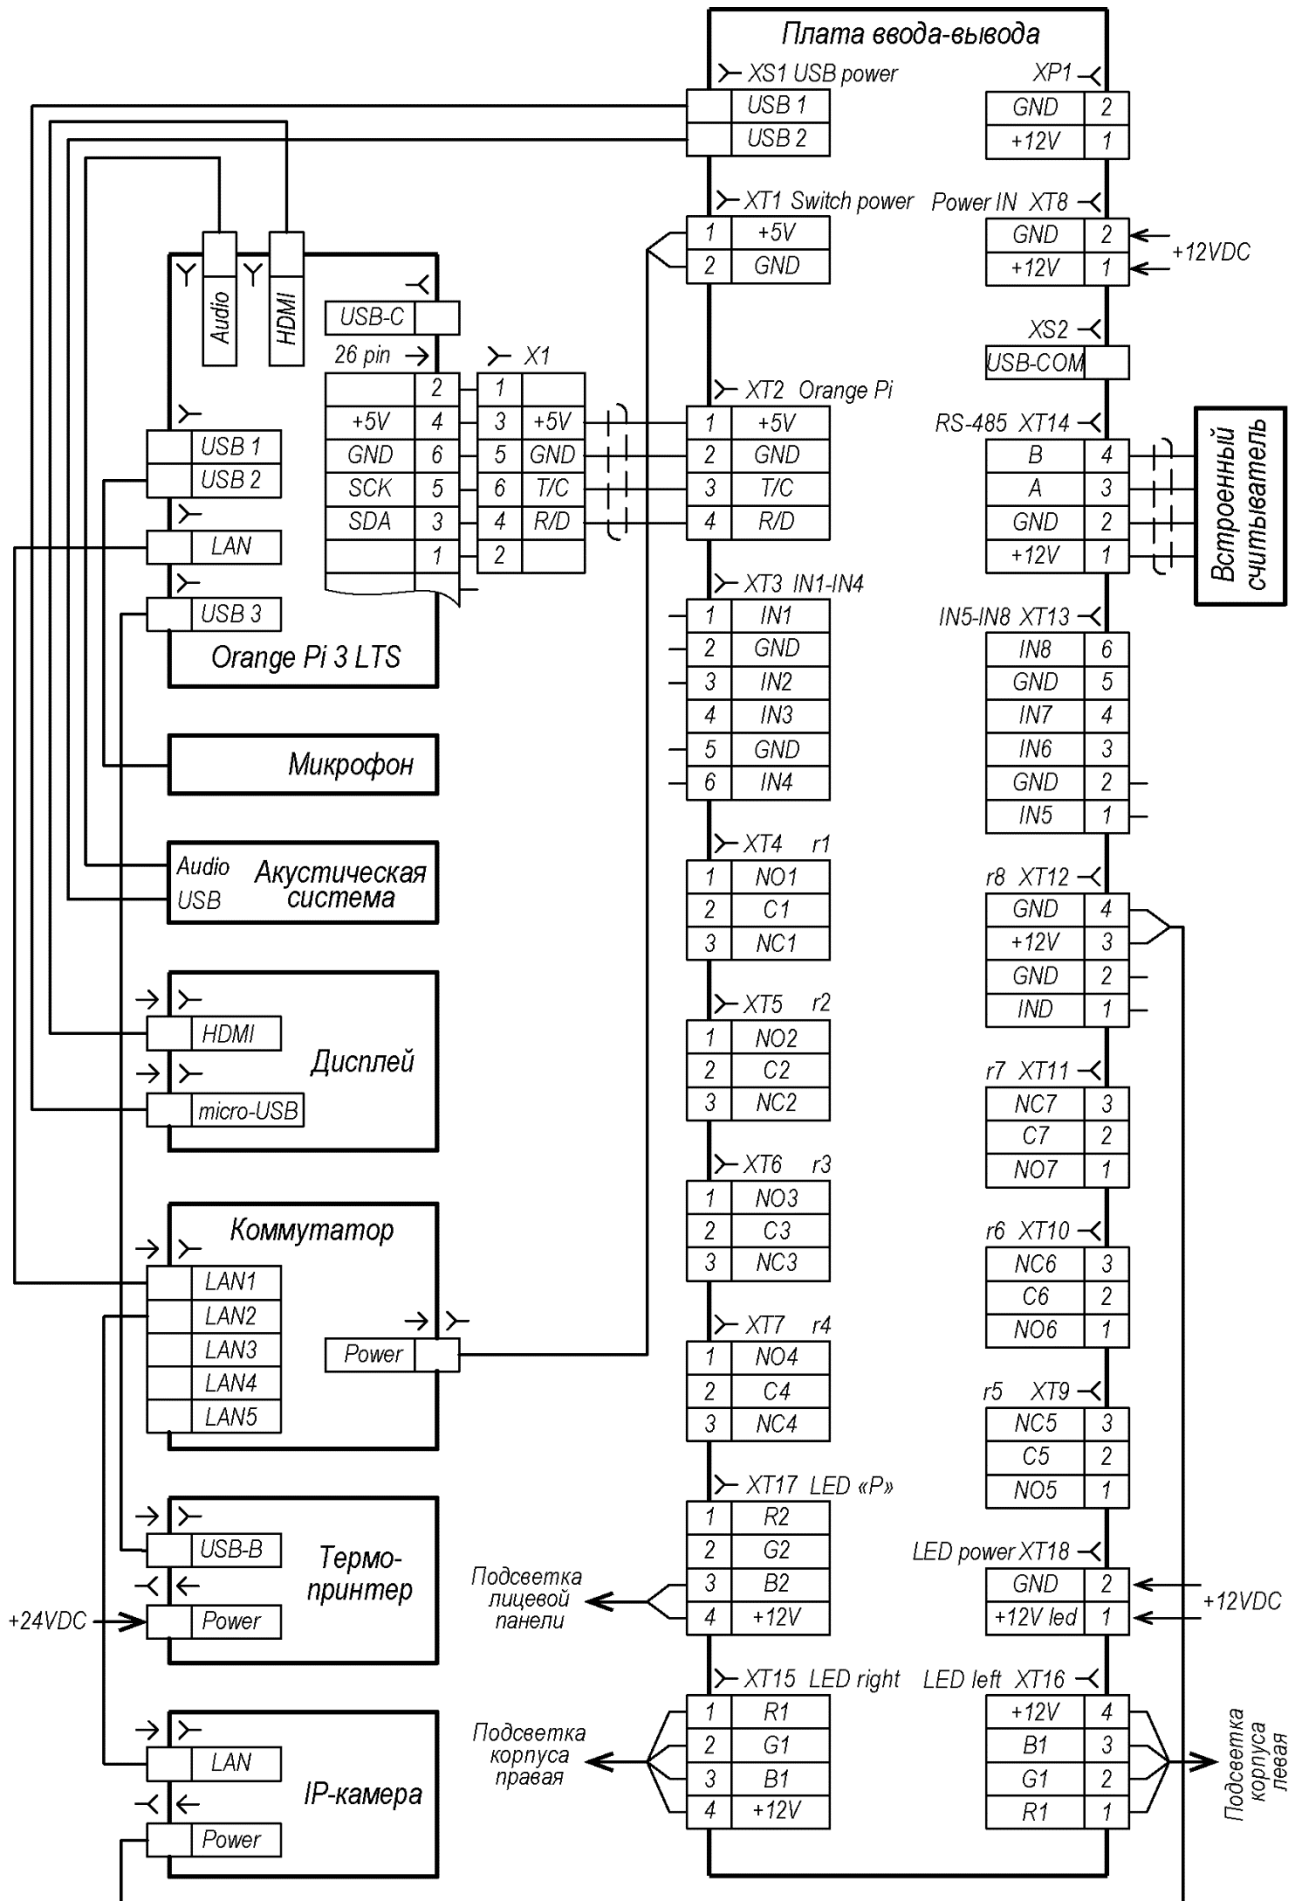

Рисунок 3. Схема подключения микрокомпьютера и платы ввода-вывода
- микрокомпьютер (26) и плата ввода-вывода (27);
- принтер печати парковочных билетов (24) для разовых клиентов парковки. Чековый рулон для принтера устанавливается на держатель (23). Также предусмотрен контейнер (25) для парковочных билетов, которые не были вовремя забраны и автоматически втянулись внутрь;
- система климат-контроля с вентилятором (28) и обогревателем (20), прикрепленным к DIN-рейке;
- термостат системы предотвращения холодного пуска (15);
- термостат вентиляции и обогрева (17) с терморегуляторами для обогревателя (красный) и для вентилятора (синий);
- автоматический выключатель дифференциального тока (18) с тумблером для включения и выключения стойки;
- коммутатор для подключения по *Ethernet* (22);
- датчик индукционной петли (29);
- блоки питания +12В (13) и +24В (14).
Внутри стойки установлен микрокомпьютер (26), к которому через разъем **XT2** подключается плата ввода-вывода (27). Расположение колодок на платах микрокомпьютера и ввода-вывода представлено на рис. 3. Назначение контактов клеммных колодок плат приведено в табл. 1.
Расположение клеммных колодок на плате ввода-вывода и микрокомпьютера стойки показано на рис. 3, назначение контактов клеммных колодок указано в табл. 1. Схема подключения приведена на рис. 6. Используемые при подключении кабели указаны в табл. 2.